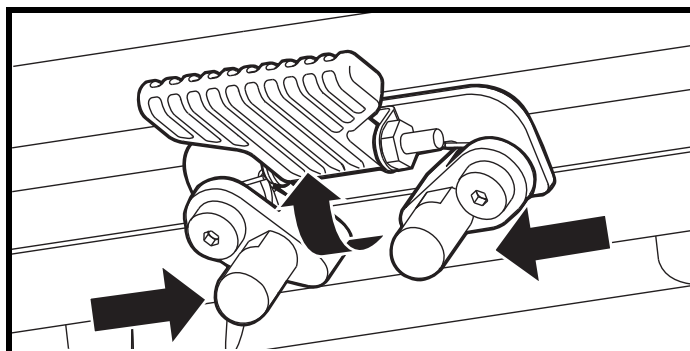

Figure 11. Réglage de la hauteur du siège - Loquet de sécurité
5. Comprimez le loquet pour détachez le siège de la barre trapèze avant. **Voir la figure 11.**
7. Desserrez les vis qui retiennent la barre trapèze aux tourelles de siège. **Voir la figure 11.**